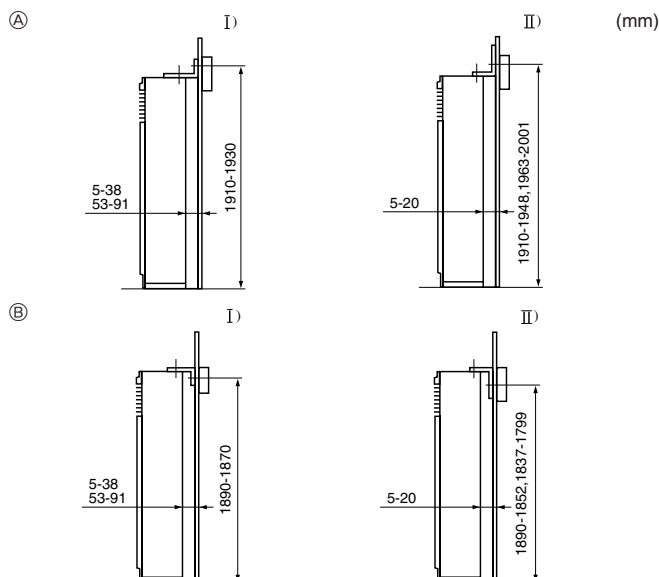
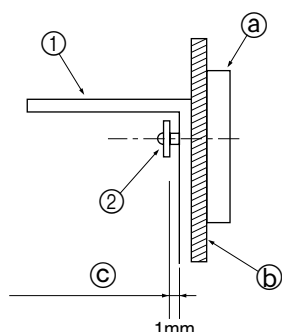

Fig. 3-3
Fig. 3-4
De beveiligingsbeugel ① bevindt zich aan de bovenkant van het apparaat. Verwijder de zelftappende schroeven ② en plaats de beveiligingsbeugel hierna zoals getoond in de afbeelding. Zie Fig. 3-3 voor de juiste afstanden bij installatie van de beveiligingsbeugel.
3.3. Aanbrengen van de beveiligingsbeugel (Fig. 3-3)
- (A) De beugel is naar boven gericht
- (B) De beugel is naar beneden gericht
- Bevestig de beugel eerst aan de muur en draai hierna de schroef aan zodat de beugel op en neer kan worden geschoven. (Fig. 3-4)
- ① Beveiligingsbeugel
- ② Zelftappende schroef
- ③ Fries
- ④ Materiaal van de muur
- ⑤ Ruimte van circa 1 mm